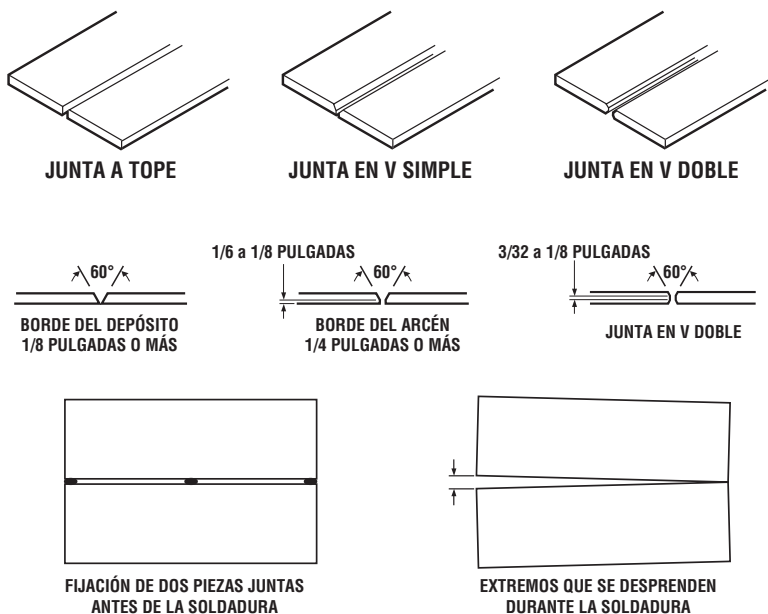
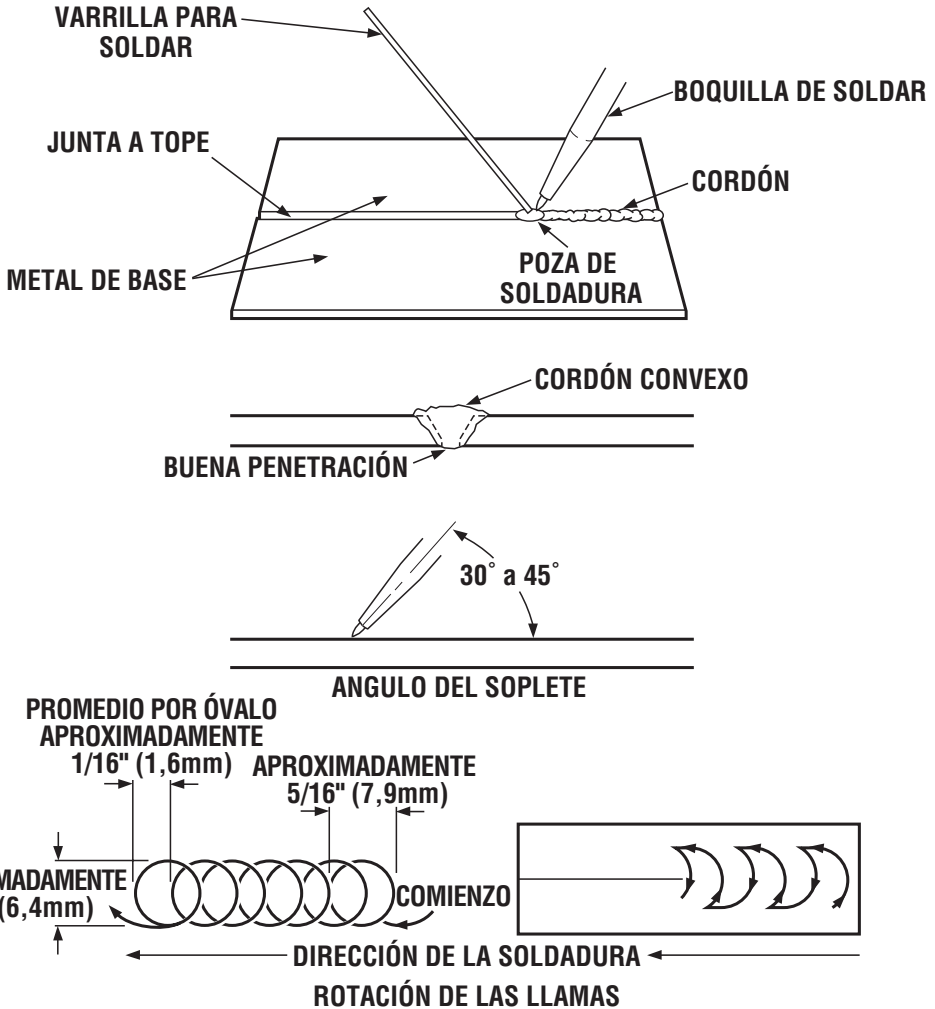

Figura 13: Preparación del metal
Figura 15: Comenzar y terminar la soldadura
1. Verifique el grosor de los metales que van a ser soldados. Prepare los metales según se describe en la figura 13. Remítase a los gráficos de selección de las puntas (boquillas) de soldadura de la Sección 9 para determinar el tamaño de la punta (boquilla) y las presiones del regulador que se necesitan para este trabajo.
2. Algunos metales más gruesos pueden necesitar una preparación especial. Los metales básicos de 1/8" o más pequeños no necesitan un corte biselado (ver figura 13, Además; ver figura 15).
1. Comience fijando los extremos de las dos piezas del metal juntas antes de soldarlas. Puede suceder que las piezas más largas se deban fijar a pocas pulgadas de la junta (ver figura 13).
2. Mantenga la boquilla del soplete a un ángulo de aproximadamente 45° hacia la junta (ver figura 15).